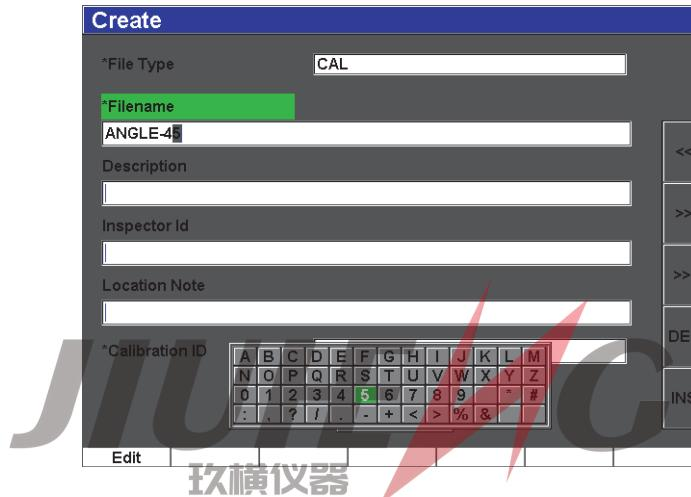

图 2-20 创建屏幕
- 出现 **Create** (创建) 屏幕 (参见第 49 页的图 2-20)。